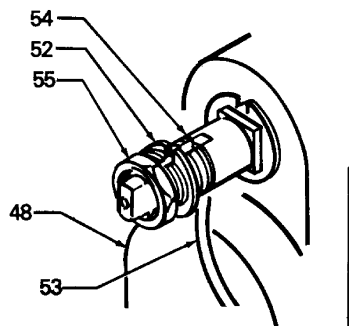

Fig. 13
- a. Aflojar la tuerca de bloqueo del terminal de toma terrestre (55) y la arandela (52) situadas en el motor de la bomba proporcional (48). Introducir un extremo de un cable de toma terrestre (53) de calibre 12 (1,5 mm²) como mínimo en la ranura del terminal (54) y ajustar la tuerca de bloqueo firmemente. Ver Fig.13.